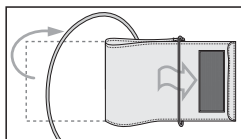

Рис. 6
1. Продерните край манжеты примерно на 5 см в металлическое кольцо (рис. 6).